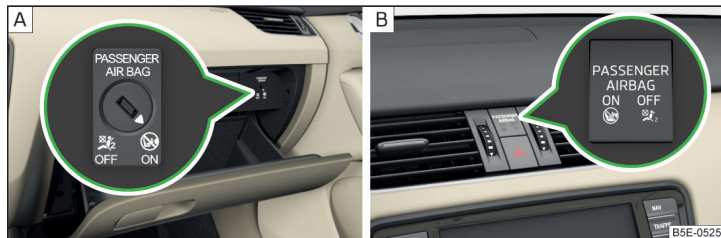

Fig. 22 Commutateur à clé pour l'airbag frontal du passager avant / témoin de désactivation de l'airbag frontal du passager avant
» fig. 22 à la page 28 - [A].
Positions de l'interrupteur à clé » fig. 22 - [A]
- OFF** L'airbag frontal du passager est désactivé - après la mise du contact, le voyant  » fig. 22 - [B] s'allume